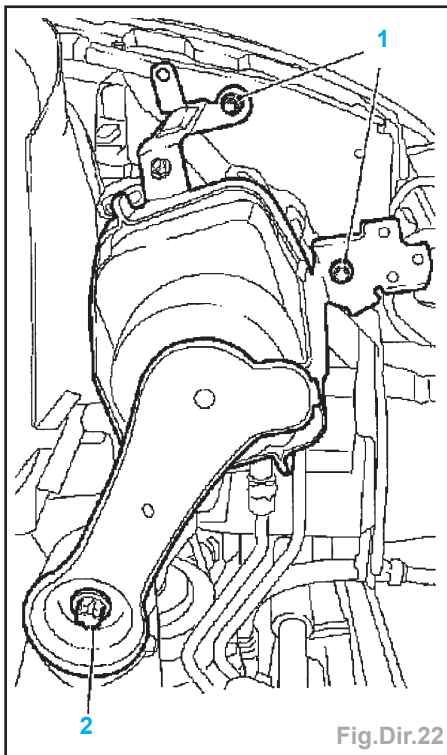

Fig.Dir.22
- Démontez la conduite de retour (4) de l'unité d'alimentation électrohydraulique.
- Déposer l'unité d'alimentation électrohydraulique avec support (vis 1 et 2) (Fig. Dir.22).